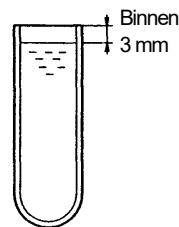
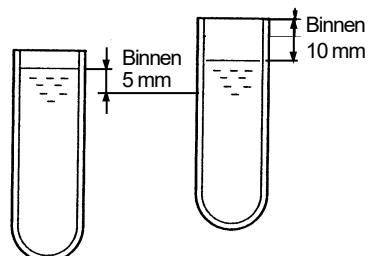

Fig. 3-3 Het vullen van buisjes voor zwenkrotoren
Fig. 3-4 Het vullen van buisjes voor zwenkrotoren
- 2) Balanceer de symmetrisch geplaatste buisjes binnen een bereik van 0,2 g. Bij het gebruik van CP150NX en CS-FNX/CS-GX II/CS-GXL/CS-GX centrifuges, balanceert u de buisjes zoals wordt aangegeven in Fig. 3-3 en Fig. 3-4.